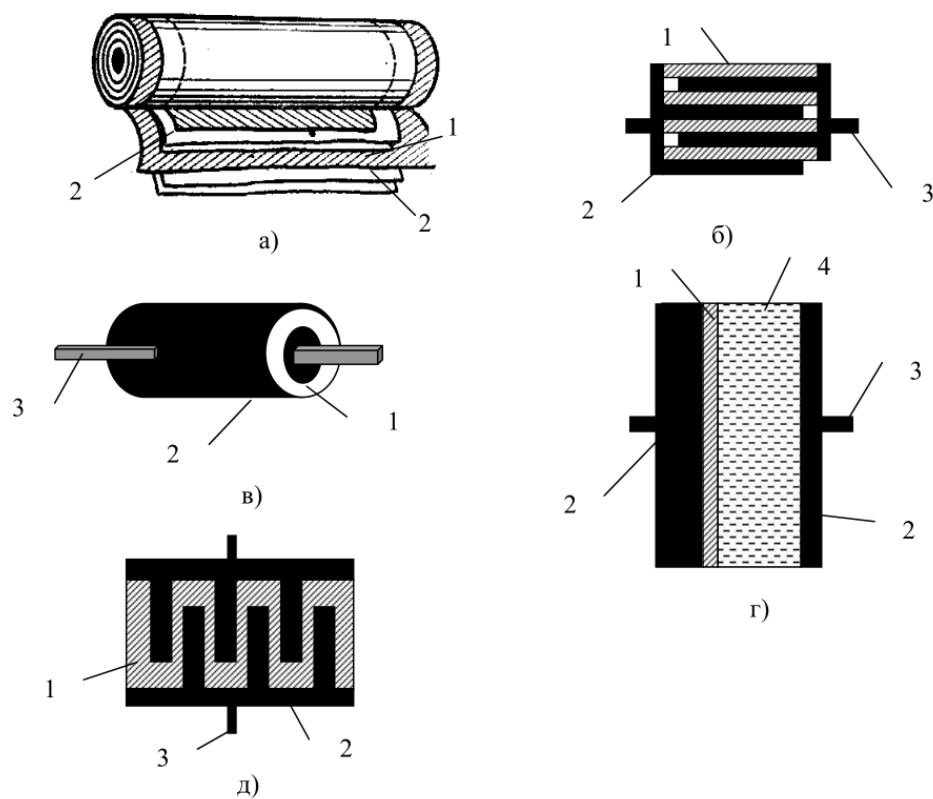

Рис.2.1 – Конструкції конденсаторів постійної ємності: а – рулонна; б – пакетна; в – циліндрична; г – оксидна; д – лита секційна.
1. **Рулонна.** В цьому випадку тонка плівка діелектрика з двох сторін перекладається металевими обкладинками, після чого вся система згортається в рулончик (рис. 2.1 а). Таку конструкцію мають паперові (К41, К42), полістирольні (К71), фторопластові (К72), поліетилентерефталатні (К73) та інші конденсатори з пластичним або гнучким діелектриком. В якості металевих обкладинок використовують тонку фольгу з олова або алюмінію, або напилюють її на діелектрик. Недоліками такої конструкції є: велика індуктивність і відносно мала питома ємність. Такі конденсатори можна використовувати як заводозахисні.
2. **Пакетна.** В цьому випадку тонкі пластини діелектрика перекладають металевими обкладинками по черзі. Після цього таку систему стискають в пакет, а металеві обкладки замикають через одну (рис. 2.1 б). Металеві обкладки теж можуть бути як з фольги, так і напиленням. Така конструкція має невелику індуктивність, але маленьку питому ємність. В пакетної конструкції виготовляють слюдяні (31), скляні (21), лакоплівкові (76) конденсатори, а також деякі керамічні.
3. **Циліндрична.** Діелектрик виготовляють як порожнисту трубку, зовнішню і внутрішню поверхні якої металізують (рис. 2.1 в). така конструкція має дуже малу індуктивність, але і малу питому ємність. Тому такі конденсатори використовують як високочастотні. Такі конденсатори виготовляють, перш за все, з кераміки (К10, К15).
4. **Оксидні.** В цьому випадку діелектриком служить оксид металу. Наприклад, для конденсаторів оксидно-алюмінієвих (К50) це  $Al_2O_3$ , а для оксидно-танталових (К51) –  $Ta_2O_5$ . Однією обкладинкою служить металева фольга (анод), а інший (катод) служить електроліт, яким просочують прокладку з паперу або тканини (рис. 2.1 г). Такі конденсатори мають більшу питому ємність, але відносно низькі напруги і великі діелектричні втрати. Крім того, у міру служби відбувається висихання електроліту, і конденсатор втрачає свою ємність. Особливо це стосується оксидно-алюмінієвих конденсаторів типу К-50.
5. **Литі секційні.** Таку конструкцію мають керамічні конденсатори. З кераміки відливають «гребінку» з дуже тонкими стінками. Зазор між стінками металізують (рис. 2.1 д). Такі конденсатори мають більшу питому ємність і малу індуктивність. Це керамічні конденсатори типу К10, КМ-4, КМ-5 і SMD-конденсатори.